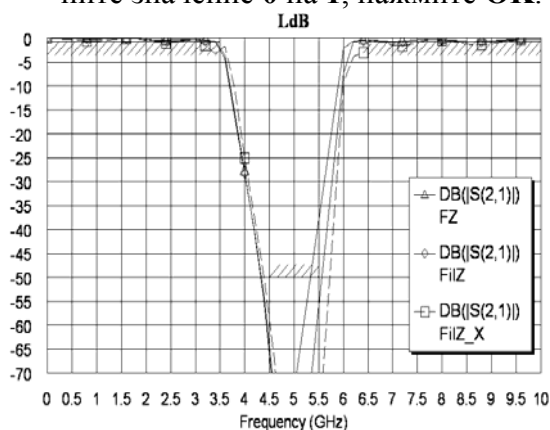

Рис. 1.95
5. После окончания процесса заполнения сразу же будет рассчитан график схемы (рис. 1.95, пунктирная линия).